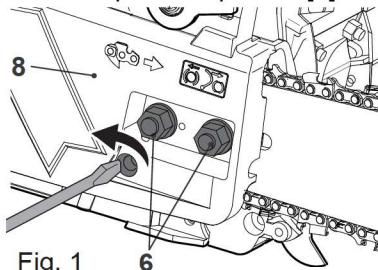

Fig. 1
- > Use a lâmina-guia (4) e a corrente (3) de acordo com os dados técnicos do produto.
- > Coloque o produto sobre uma superfície plana adequada, com a tampa (8) voltada para cima.
**AVISO!** Antes de remover, certifique-se de que a proteção frontal / o travão da corrente (2) se encontra na posição desengatada (ver secção "Visão detalhada - Travão da corrente"). Se estiver na posição engatada, puxe a proteção frontal / o travão da corrente para trás até ouvir um estalido.
- > Desaperte as porcas [6] e remova a tampa [8] (Fig. 1/2)